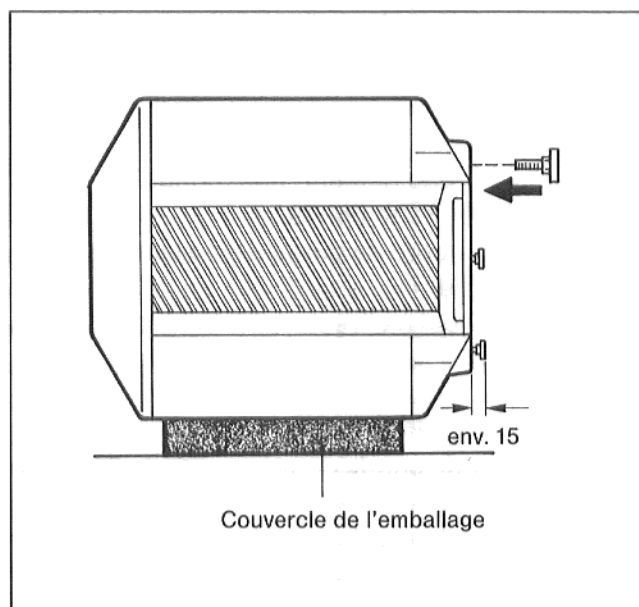

Fig. 3
- Enlever le couvercle de l'emballage et le poser sur le sol comme support de protection (fig. 3).